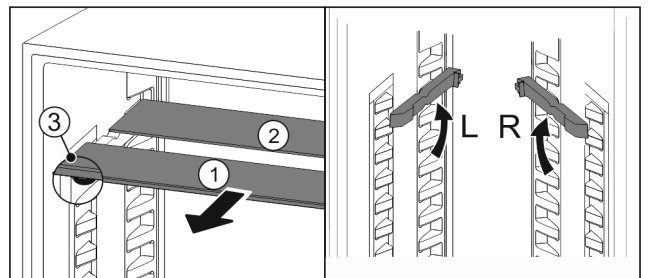

Fig. 24
- ▶ Glasplatten einzeln nach vorne herausziehen Fig. 24 (1).
- ▷ Glasplatte Fig. 24 (1) mit Zierleiste liegt vorne.
- ▷ Stopps Fig. 24 (3) zeigen nach unten.